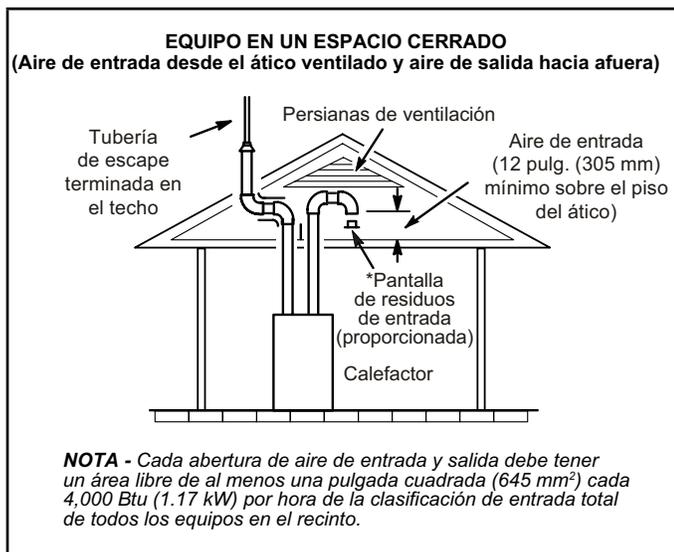
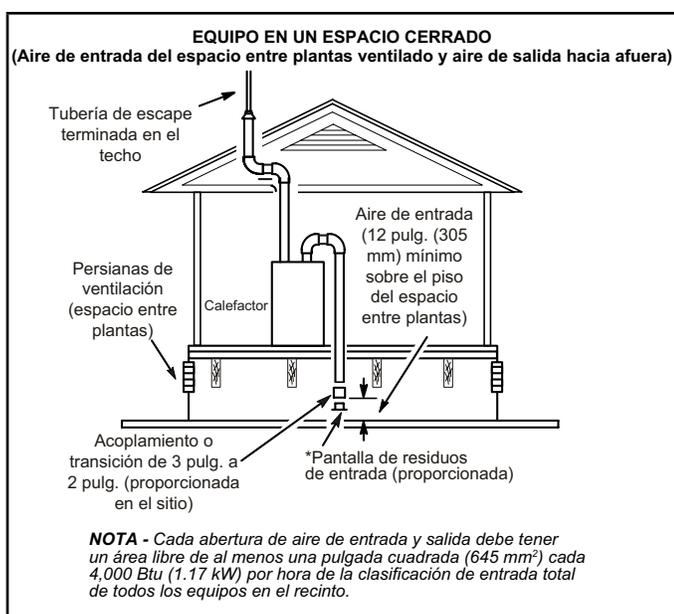

Figura 26
Figura 27
- 2 - Si el aire de entrada se toma de un ático ventilado (Figura 26) o de un espacio entre plantas ventilado (Figura 27), el largo de la ventilación de escape no debe exceder los valores listados en la Tabla 8. Si se utiliza una tubería de 3" de diámetro, redúzcala a una tubería de 2" de diámetro en el punto de terminación para acomodar la pantalla de residuos.